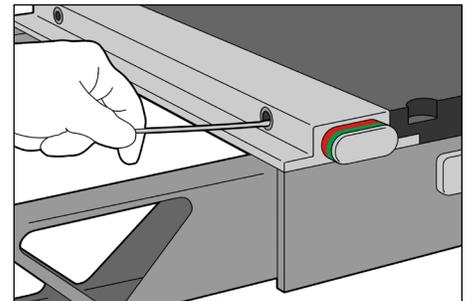

図 3
3. 乾燥した綿棒を使用して受入れ孔の内側をきれいにします。(図 3)
5. 乾燥した綿棒を使用して浮いた糸くずや残渣を拭き取ります。(図 3)